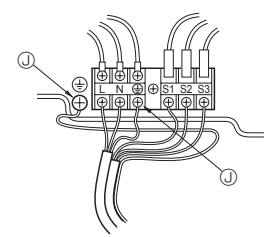

Fig. 6-2
6.1. Ulkoyksikkö (Fig. 6-1, Fig. 6-2)
- ① Irrota huoltopaneeli.